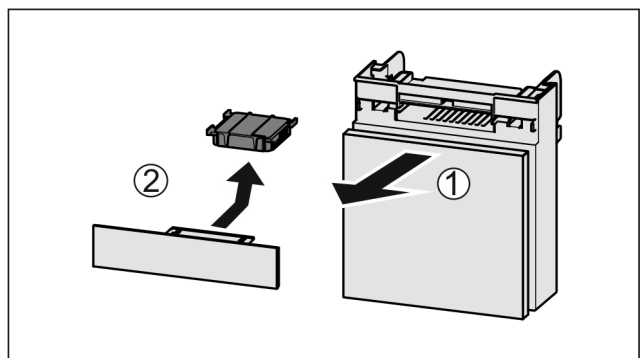

Fig. 91
- ▶ Издърпайте Fig. 91 (1) напред отделението.
- ▶ Извадете Fig. 91 (2) филтъра с активен въглен.